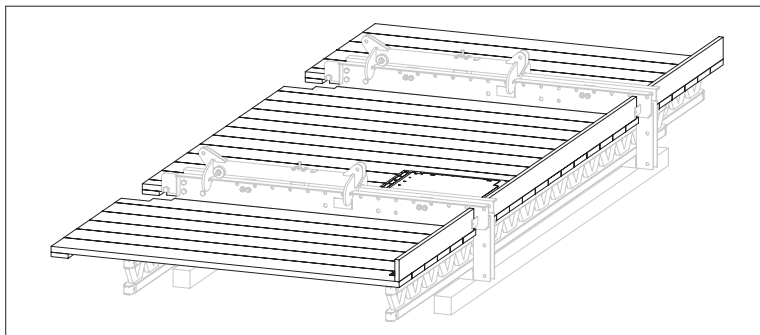

Fig. C2.03
5. Montare le tavole fermapiede con mensole angolari, vedere la Sezione "Tavole fermapiede" a pagina 38. (Fig. C2.03)